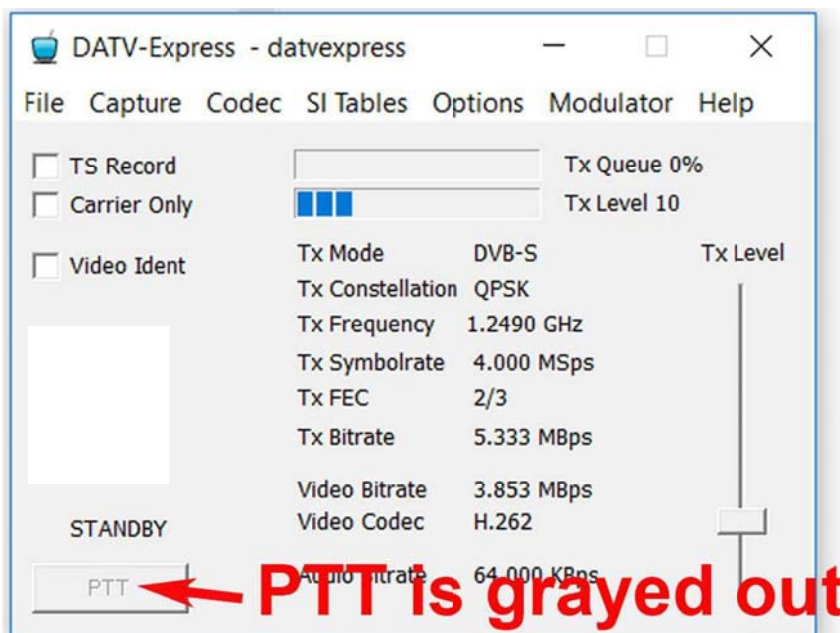

Figure 16 - La fenêtre principale confirme que le logiciel fonctionne en mode DEMO avec le bouton PTT « grisés »
- Maintenant, la fenêtre d'affichage principal utilisateur sur le PC Windows doit apparaître dans un mode DEMO comme photo dans Figure 16.
Si tu vois Figure 16 OK, vous avez terminé ces étapes avec succès. Passez à la section 3.4.1